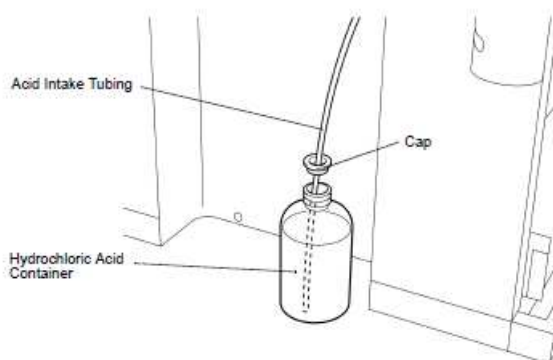

Figura 5.4.1 – Preparação do ácido.
2. Transferir esta solução para o frasco de 250 mL e posicione o frasco no lado esquerdo do equipamento, em direção a parte frontal do equipamento, como mostrado na Figura 5.4.1.